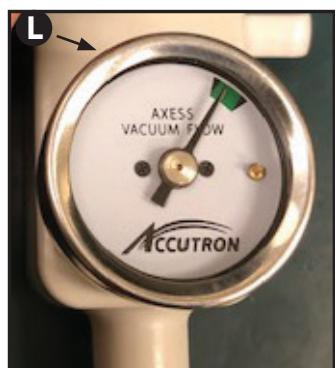

Figure 4
6. **RFS™ Scavenging Circuits:** Adjust the flow on the RFS Vacuum Controller using knob **M** so that the needle is in the green zone of the gauge **L** per Figure 4.
In-line: Adjust the flow on the In-line controller using knob **R** until the needle is in the green zone per Figure 4.
6. **RFS™ Scavengersysteme:** Stellen Sie den Durchfluss am RFS-Vakuumregler mithilfe des Drehknopfes  ein, sodass sich die Nadel im grünen Bereich des Messgeräts  befindet, siehe Abbildung 4.
Inline: Stellen Sie den Durchfluss am Inline-Regler mithilfe des Drehknopfes  ein, sodass sich die Nadel im grünen Bereich des Messgeräts befindet, siehe Abbildung 4.